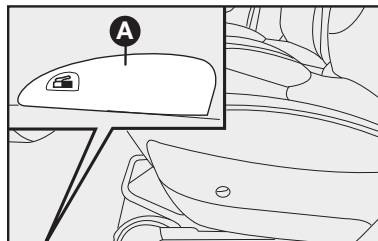

fig. 102
- Destruar a tampa de acesso ao bocal de abastecimento por dentro do veículo, através da alavanca **A-fig. 102**. Levantar a alavanca pela parte dianteira.